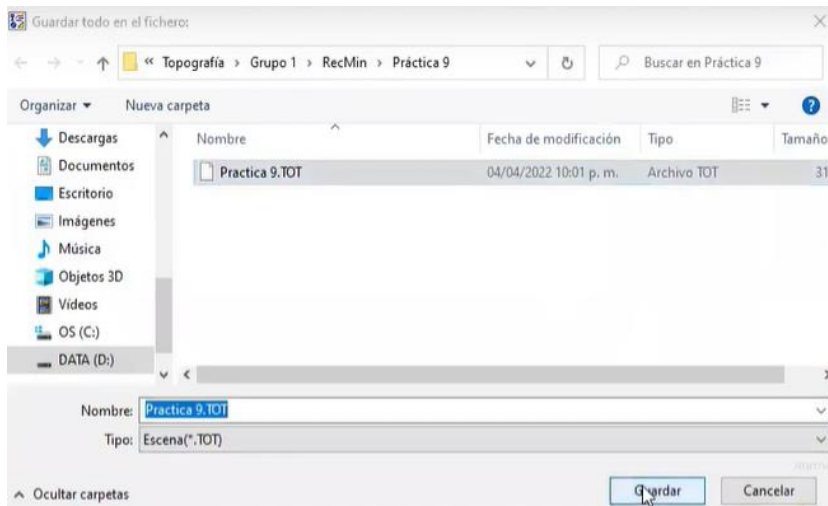

Figura 447. Nombre y extensión del archivo.
83. En la nueva ventana, guardar el archivo en la carpeta del proyecto, con el nombre de la práctica y extensión “.TOT”. Figura 447.